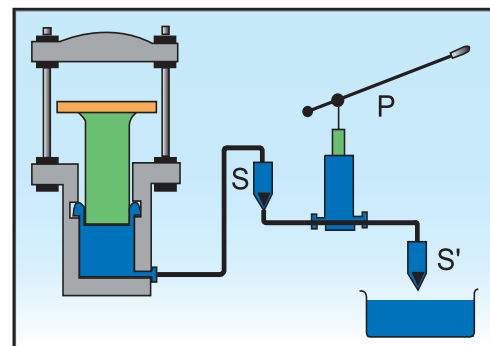

Fig.23
11. Les deux cylindres d'une presse hydraulique ont respectivement pour section 250 cm^2 et 10 cm^2 . On agit sur le petit piston par l'intermédiaire d'un levier inter-résistant (Fig.23) ; la longueur de la barre du levier est de 1 m, le petit piston se trouve à 10 cm de l'axe du levier.